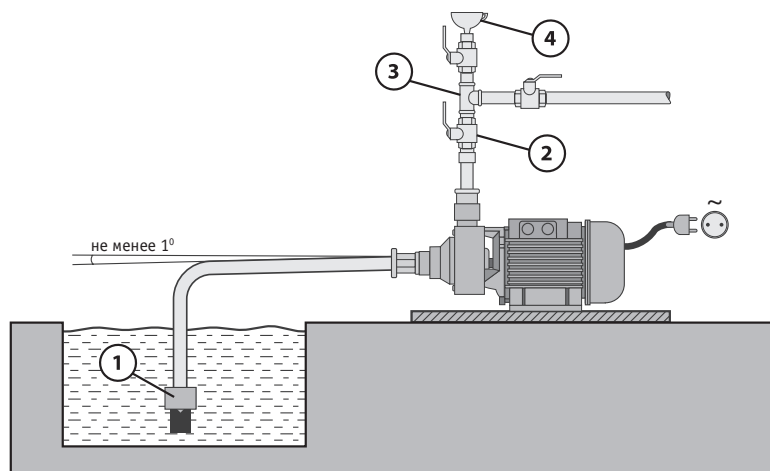

рис. 1
При перекачке воды из открытого водоема (рис.1), колодца или скважины, для любого варианта исполнения, расстояние от дна водоема до приемного клапана должно быть не менее 0,5 м.
*При монтаже всасывающего трубопровода необходимо обеспечить непрерывный уклон трубы от насоса к источнику водозабора не менее 10 для исключения скопления пузырьков воздуха и образования воздушных пробок (рис. 1).*